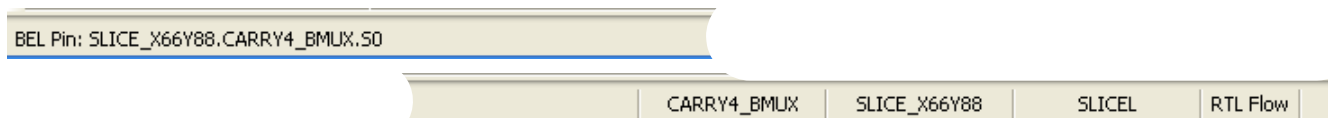

図 4-24：情報バー
メイン ウィンドウの下部にあるステータス バーには、マウス カーソルが置かれているアイテムに関する情報、現在選択されているオブジェクトの情報、カーソルの座標、現在のデザイン モードなど、有益な情報が表示されます。図 4-24 に、ステータス バーの左端と右端を示します。
- 座標：ステータス メッセージ フィールドの右側にあるフィールドで、座標情報が表示されます。[Device] ビューでカーソルをブロック RAM、DSP48 などの上に置くと、図 4-24 に示すように、その名前と座標が表示されます。[Package] ビューのピンの上にカーソルを置くと、その座標、タイプ、名前などのピン情報が表示されます。